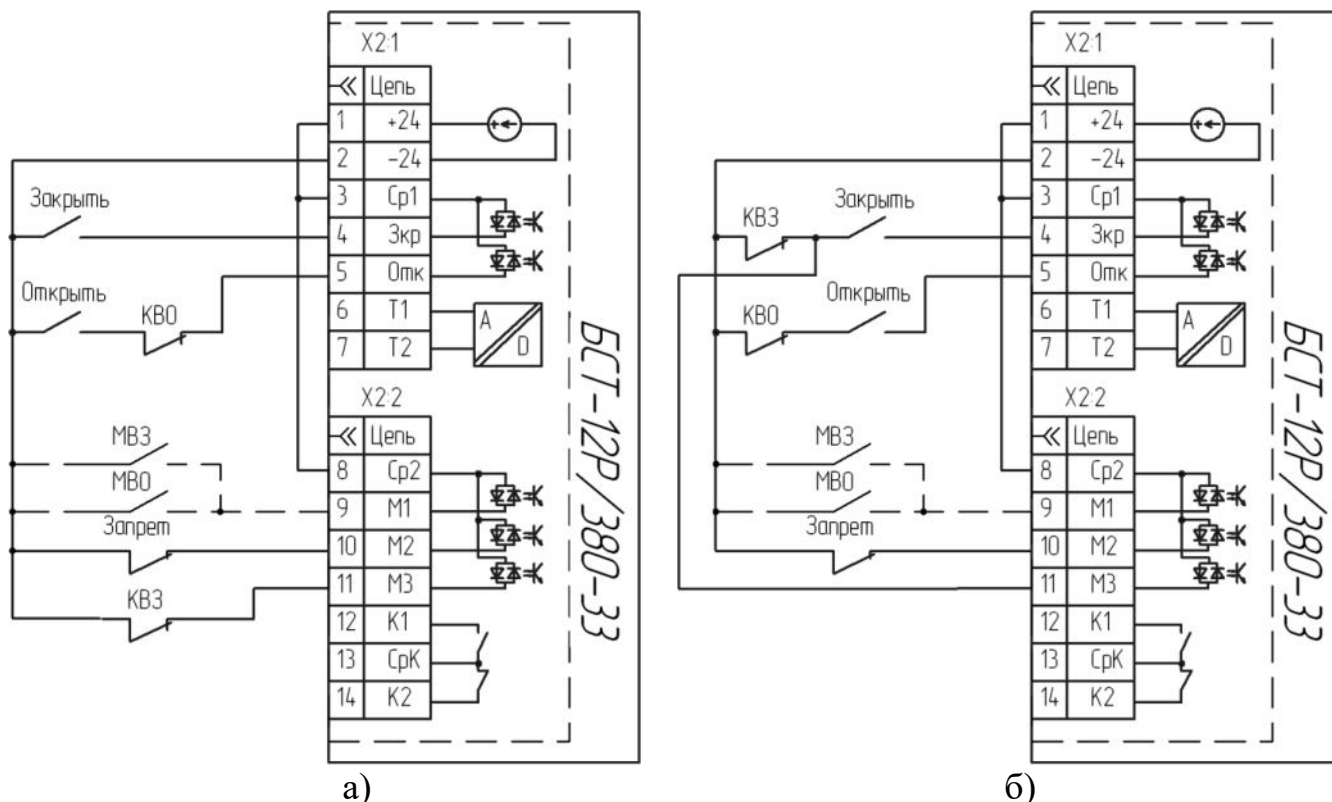

Рисунок 8 – Примеры схем подключения для варианта настройки входов 3
5. Режим дожима во время закрытия включается при снятии сигнала со входа «М3» при наличии сигнала на входе «Зкр» (см. рисунок 8, а), а также при одновременном снятии сигналов с входов «Зкр» и «М3» (см. рисунок 8, б).. Переход в состояние «Закрыто» после превышения тока больше уставки *Idжм* или по сигналу МВЗ (см. 2.3).